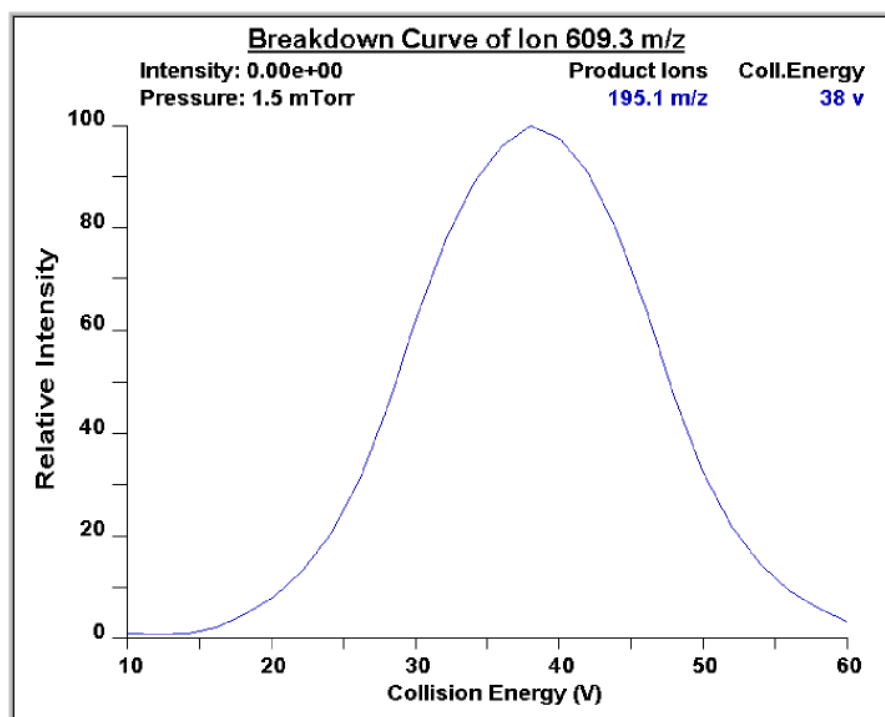

图7-11. 利血平碎裂曲线，图中以离子在 $m/z = 195.066$ 时的相对发射强度为碰撞能量的因变量做曲线
- 如果化合物优化进程完成没有出现错误，并且195.066片断的碎裂曲线为高斯曲线（如图7-11所示）或者为平滑的、斜率为正的曲线，请转至步骤6。（